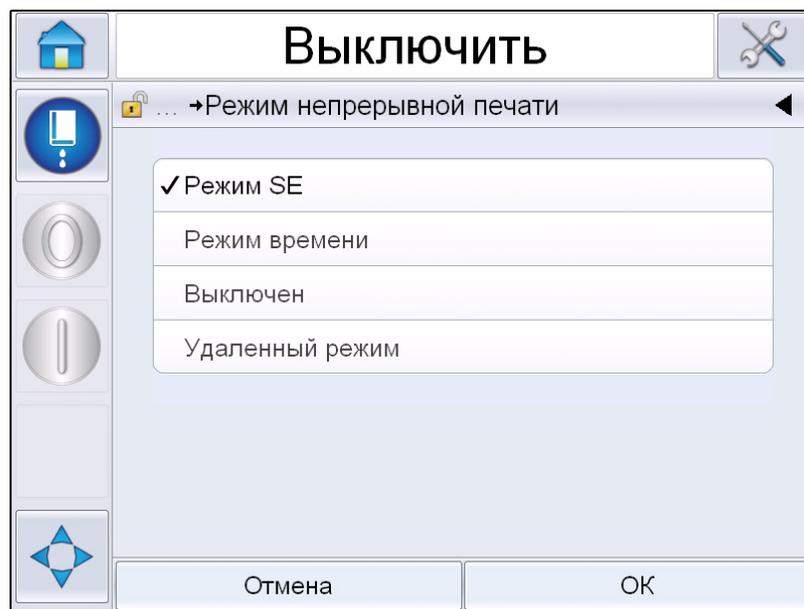

Рис. 4-25: Диалоговое окно «Continuous Print» (непрерывная печать)
- 1 Выберите опцию *Непрерывная печать* из меню *Запуска печати*. Появится диалоговое окно «*Continuous Print*» (*непрерывная печать*) (Рис. 4-25).